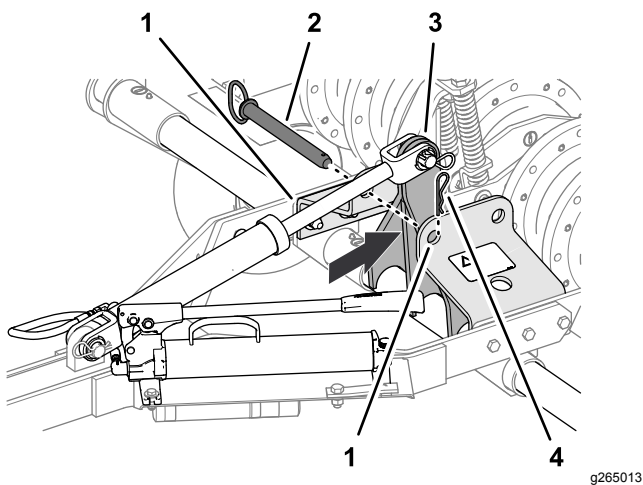

Figura 12
5. Utilizzate la pompa idraulica manuale, spostate il braccio di sollevamento (Figura 12) leggermente indietro rispetto ai fori anteriori nella staffa della barra di bloccaggio (posizione di trasferimento).
6. Inserite il perno della barra di bloccaggio nei fori anteriori nella staffa della barra di bloccaggio e fissate il perno della barra di bloccaggio sulla staffa con la coppiglia (Figura 12).